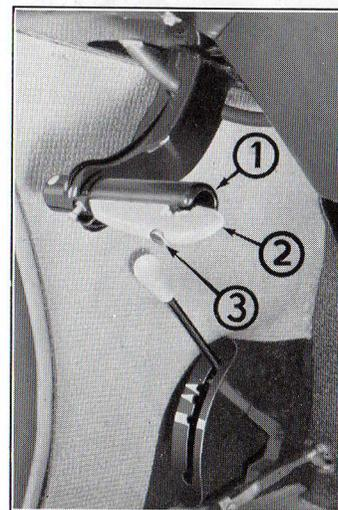

Figure 6
La commande du frein de secours est constituée par une poignée oscillante **1** (fig. 6) située à portée de la main gauche du conducteur.
Pour desserrer le frein, tirez la poignée avec la main gauche pour libérer l'encliquetage; pressez avec le pouce sur l'extrémité droite de la manette **2** (fig. 6) pour faire sauter l'encliquetage, et repoussez la poignée à fond vers l'avant.
Un dispositif de sécurité peut bloquer à l'arrêt les mouvements de la manette d'encliquetage. Vous le manœuvrez en tournant d'un quart de tour la vis moletée **3** (fig. 6).
En cas de stationnement sur une pente, **il est essentiel que la poignée 1** (fig. 6) **soit tirée très énergiquement.**
- Serrez à fond le frein de secours **1** (fig. 6) et verrouillez-le à l'aide de la vis moletée **3**.